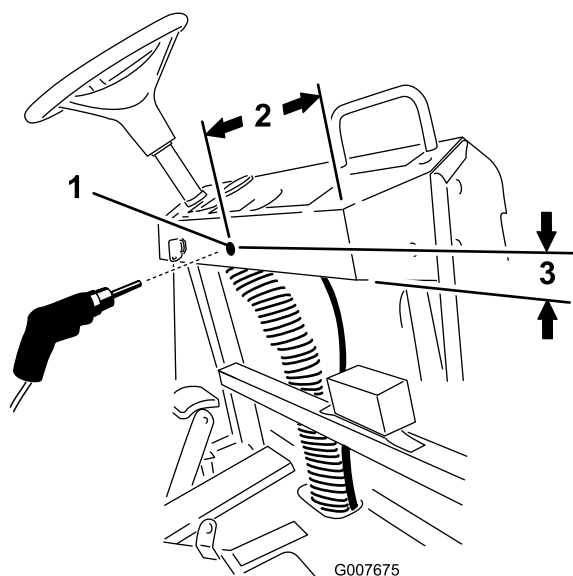

図 18
- A. ダッシュボードの右側から内側に向かって 254 mm およびダッシュ底面から 38 mm の位置に、マークをつける（図 18）。